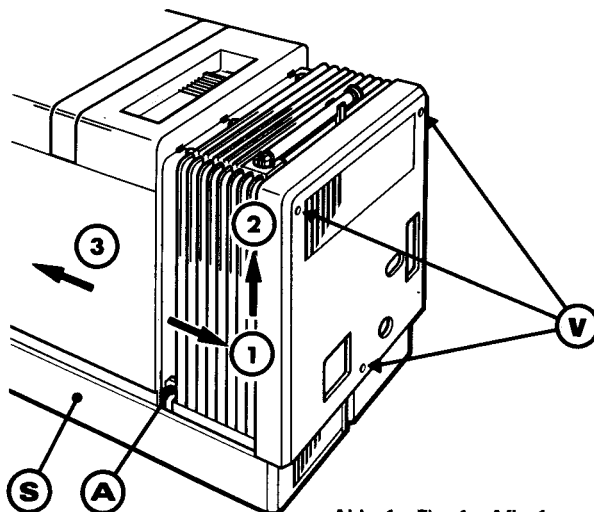
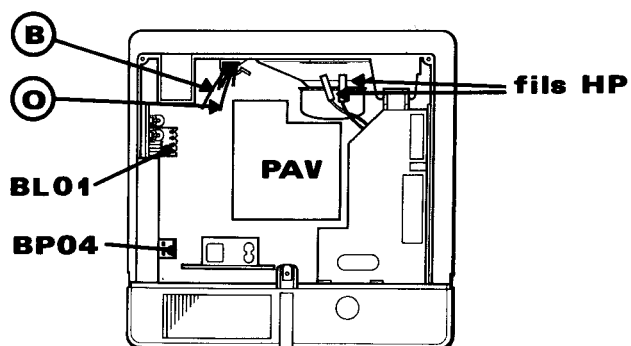

Abb. 1 Fig. 1 Afb. 1
Abb. 2 Fig. 2 Afb. 2
- Die 3 Schrauben « (V) » herausdrehen (Abb. 1).
- Das hintere Teil ca. 1 cm → ① herausziehen, um die Zunge (A) auszuhaken, anheben und dieses Teil ② abnehmen.
- Verbindungen lösen (Abb. 2):
- Den Untersatz (S) festhalten und gleichzeitig das Gehäuse nach vorn → ③ (Abb. 1) schieben, anheben und nach hinten kippen.
- Die zwei Verbindungsdrähte zwischen Vertikal-Ablenkeinheit und Anschluß BF01 von der Befestigung neben dem Lautsprecher lösen: weißer Draht (B) und orangener Draht (O) (Abb. 2).